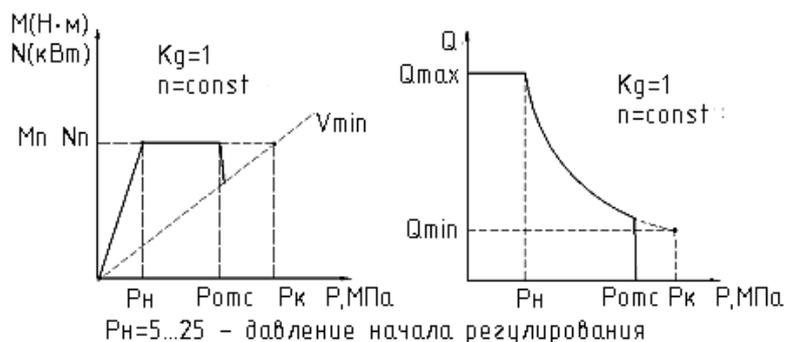

Рисунок 17 – График зависимости крутящего момента M , потребляемой мощности N и подачи Q от изменения давления p .
- Пока давление в гидросистеме не превышает $P_{н}$ (рисунок 17), насос находится на максимальном рабочем объеме V_{max} и обеспечивает максимальную подачу Q_{max}